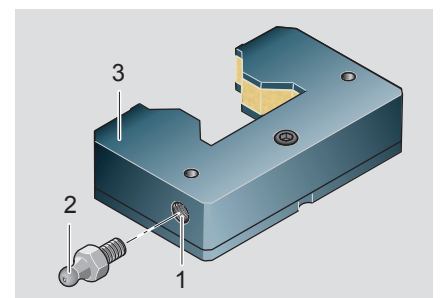

图 1
- 从润滑孔 (图 1, 标号 1) 中取出螺塞，并保存好。
- 旋入润滑嘴 (2)。
- 将前置润滑单元 (3) 平放好，按表 2 所给数据注入润滑油，然后静放大约 36 小时不动。